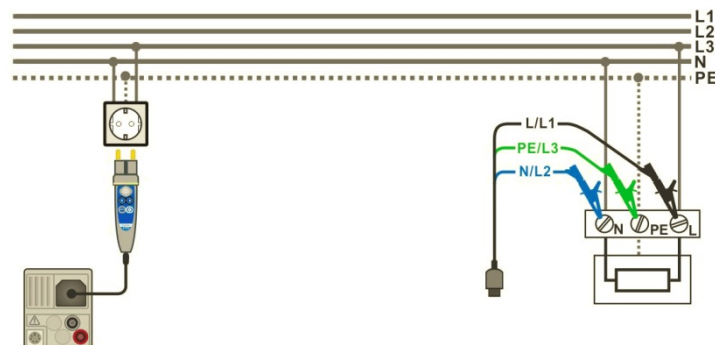

Abbildung 7.29: Anschluss des Commander-Prüfsteckers und der Dreileiter-Prüfleitung
- Schließen Sie die Prüfleitungen am Prüfling an, siehe *Abbildung 7.29*.